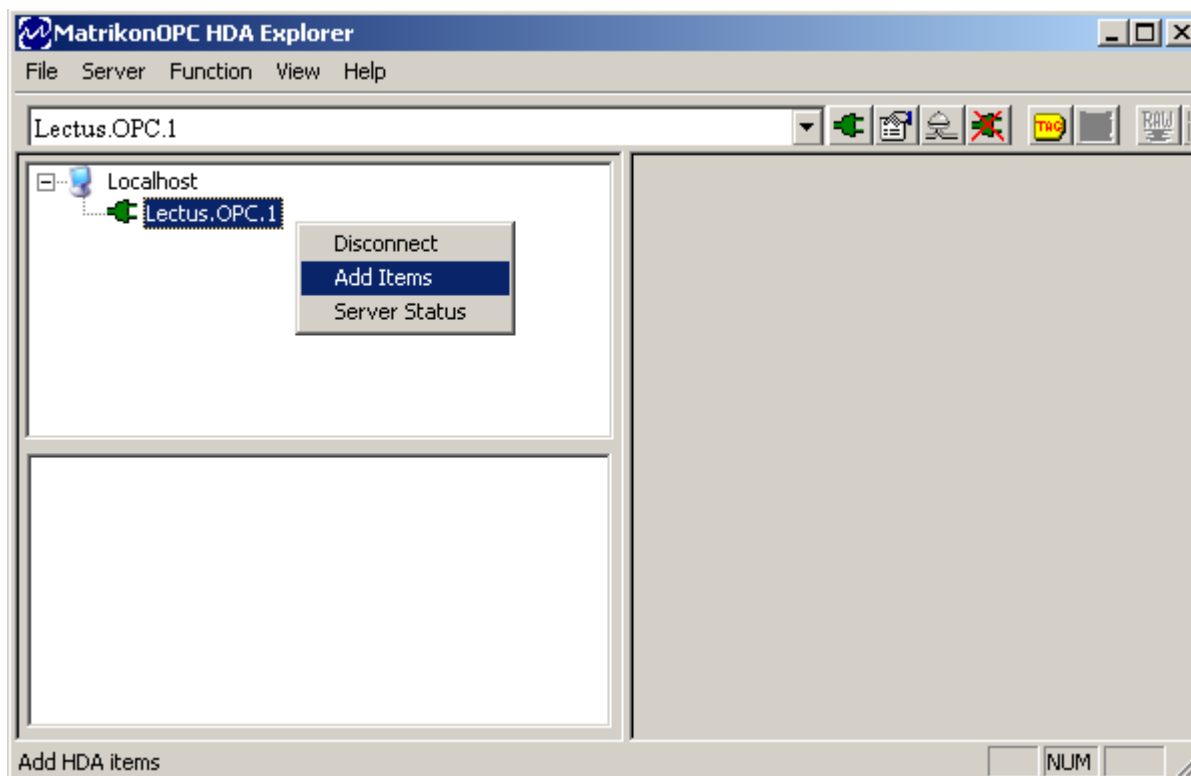

Рисунок 3.3 – Просмотр переменных выбранного OPC HDA - сервера
- 3) Показать переменные выбранного сервера, нажав «Add Items» контекстного меню (Рисунок 3.3);